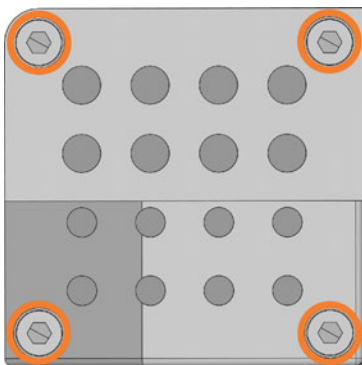
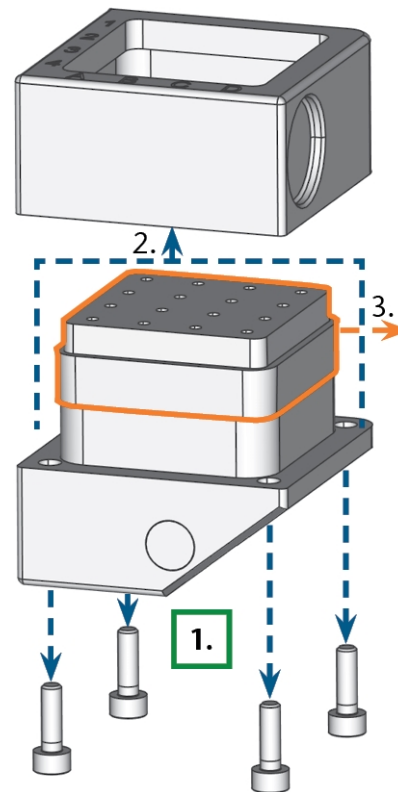

Abb. 90 – Die 4 Schrauben auf der Unterseite des Werkzeugmagazins (orange markiert)
Abb. 91 – Das Werkzeugmagazin auseinanderbauen und den Einsatz entnehmen
5. Lösen Sie die 4 Schrauben an der Unterseite des Werkzeugmagazins (↗ Abb. 90 – unten, ↗ Abb. 91 – unten, Schritt 1).
6. Heben Sie die Abdeckung vom Magazin (↗ Abb. 91 – unten, Schritt 2).
7. Entfernen Sie den vorhandenen Werkzeugmagazineinsatz (↗ Abb. 91 – unten, Schritt 3) und ersetzen Sie ihn durch einen neuen.